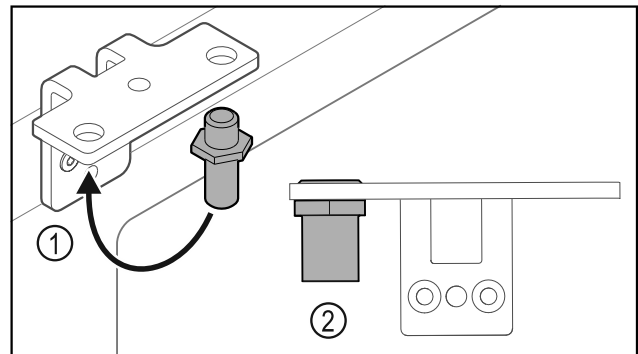

Fig. 33
- ▶ Premiestnite čap Fig. 33 (1) v uholníku závesu.
- ▶ Uťahnite čap Fig. 33 (2) **ťahovacím momentom 12 Nm**.